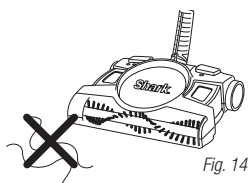

Fig. 14
- 4 No la use para limpiar trozos de hilos o telas. (fig. 14)